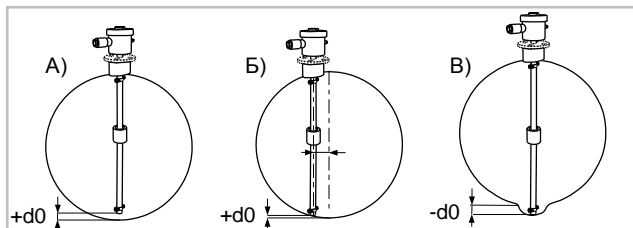

Рис.16
3) Введите поправку на отступ от дна  $d_0$ , равную высоте заглушки 5 (рис. 1). При необходимости, в случаях, отображенных на рис. 16, приплюсуйте к ней дополнительные поправки: